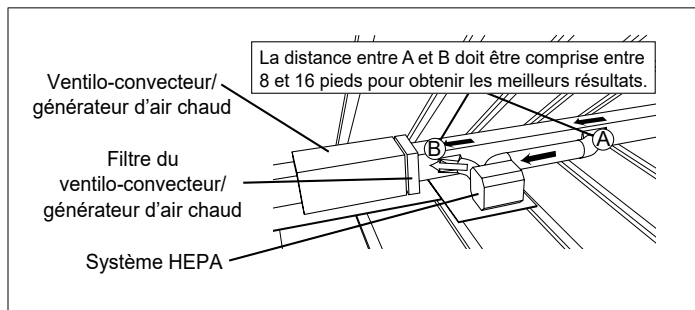

Figure 13. Application typique retour à retour (configuration horizontale)
- Accrochez une extrémité du clip sur la section du pré-filtre au charbon qui se chevauche, comme indiqué sur la figure 13.